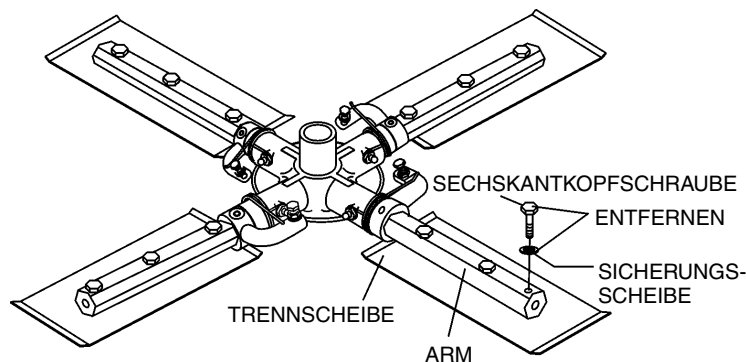

Abbildung 34. Flügelglätter-Trennscheiben
1. Entfernen Sie die Trennscheiben vom Glättarm, indem Sie die drei Sechskantschrauben (Abbildung 34) vom Glättarm entfernen. Legen Sie die Trennscheiben zur Seite.